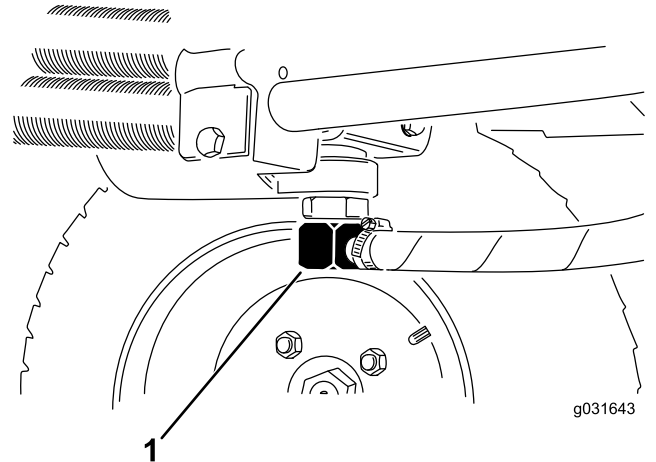
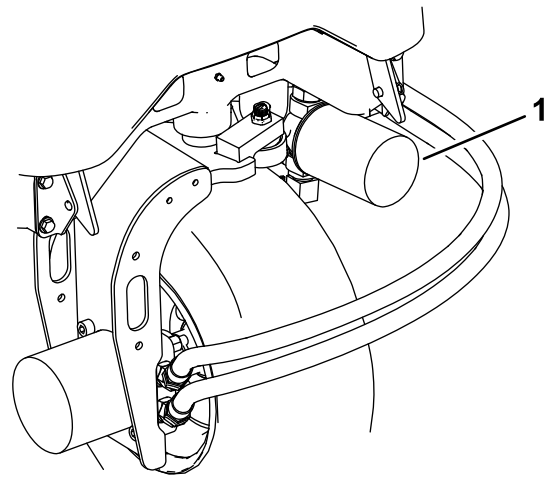

Bild 66
Bild 68
2. Klemmen Sie die Hydraulikölleitung ab oder entfernen den Hydraulikölfilter und lassen das Hydrauliköl in ein Auffanggefäß ablaufen (Bild 68 und Bild 66).
3. Montieren Sie die Hydraulikölleitung, wenn kein Öl mehr ausströmt (Bild 66).
3. Reinigen Sie den Anbaubereich des Filters, stellen Sie eine Auffangwanne unter den Filter und entfernen den Filter (Bild 68).